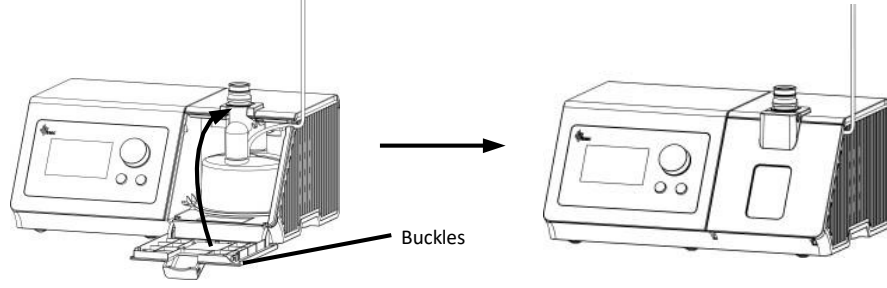

Fig. 11-9
- (4) **Su haznesinin kapağını kapatın:** Fig.11-9'da gösterilen yönde su haznesinin kapağını kapatın, su haznesinin kapağının her iki tarafındaki tokalar cihazın ilgili pozisyonunun yuvasına sıkışacaktır.